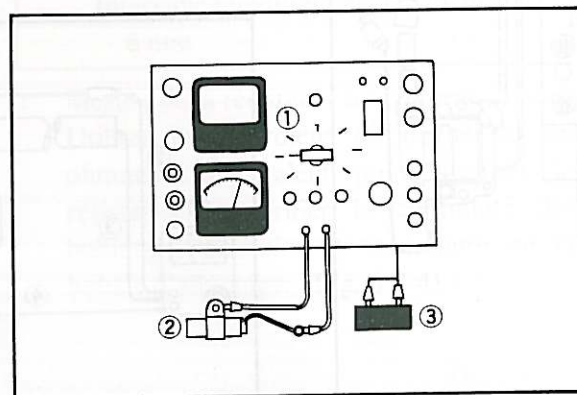

Fig. 6-2-5
- b. Remove condenser from engine and connect ohmmeter as shown. (Fig. 6-2-5)
- b. Enlever le condensateur, et le raccorder à l'ohmmètre comme indiqué. (Fig. 6-2-5)
- b. Kondensator vom Motor abnehmen und Widerstandsmesser anschließen, wie oben dargestellt. (Fig. 6-2-5)